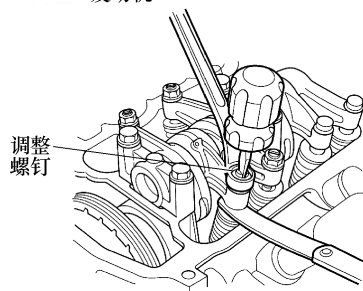

图 2-81 调整气门间隙
5) 如果感觉到拖滞太大或太小，则松开锁紧螺母并转动调整螺钉，直到塞尺的拖滞程度合适，见图 2-81。